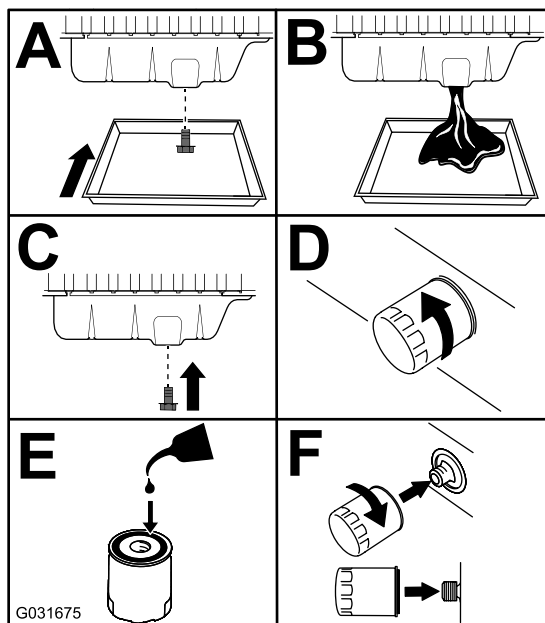

Figura 77
3. Substitua o filtro e o óleo do motor (Figura 77).